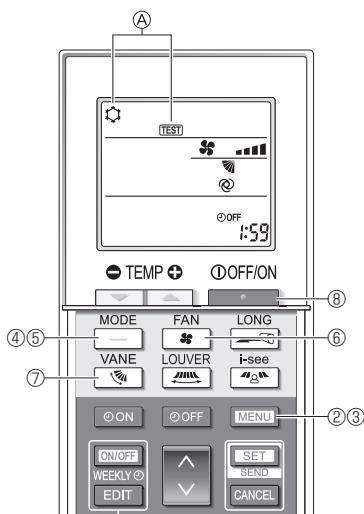

Fig. 7-5
- ① Mindestens 12 Stunden vor dem Testlauf den Netzstrom einschalten.
- ② Drücken Sie Taste **[MENU]** 5 Sekunden lang. (Fig. 7-5)
- ③ Drücken Sie die Taste **[MENU]**.
Es werden ④ [TEST] und die aktuelle Betriebsart angezeigt. (Fig. 7-5)
- ④ Drücken Sie die Taste **[—]**, um den Kühlmodus zu aktivieren, und prüfen Sie dann, ob Kaltluft aus dem Gerät geblasen wird.
- ⑤ Drücken Sie die Taste **[—]**, um den Heizmodus zu aktivieren, und prüfen Sie dann, ob Warmluft aus dem Gerät geblasen wird.
- ⑥ Drücken Sie die Taste **[VENT]** und prüfen Sie, ob sich die Ventilatordrehzahl ändert.
- ⑦ Drücken Sie die Taste **[VENT]** und prüfen Sie, ob die automatische Klappenfunktion einwandfrei funktioniert.
- ⑧ Drücken Sie die Taste **[—]**, um den Testlauf zu beenden.